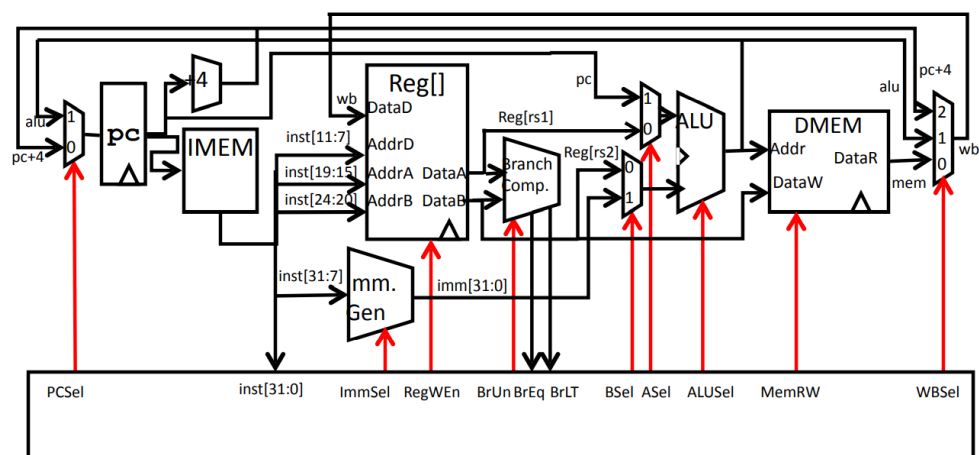

图 1. RV32I 单周期处理器数据通路
**回答问题：** 为了支持这条指令，对图 1 中的 RV32I 单周期处理器，需要添加的新功能部件是什么？现有的哪些部件需要改造？需要新添加的数据通路是什么？为控制单元新添加的控制信号有哪些？